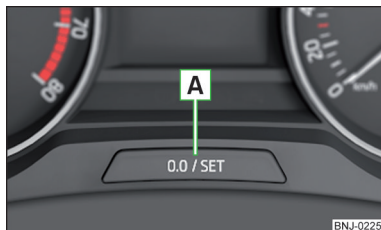

Рис. 22
➤ Натисніть кнопку **A** » **Рис. 22 на стор. 39**.
- Утримуйте кнопку **A** » Рис. 22 натиснутою, доки на дисплеї не відобразиться пункт меню Час.